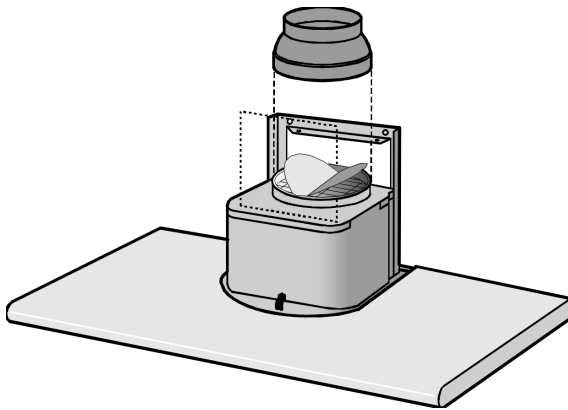

fig. 14
3. Positionnez la bride de raccord sur la buse (fig. 14).